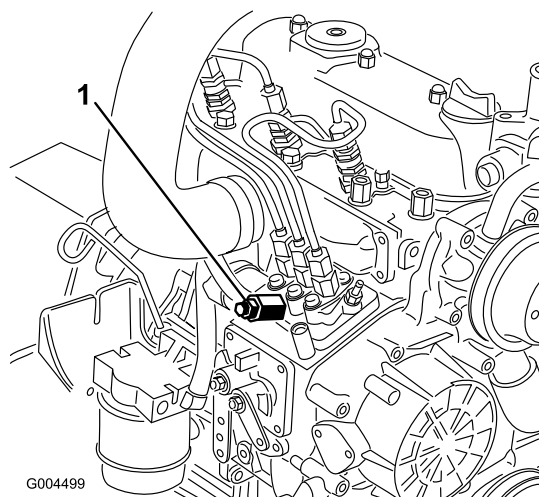

Figure 62
3. Placez un chiffon sous la vis de purge d'air sur la pompe d'injection et ouvrez-la (Figure 62).